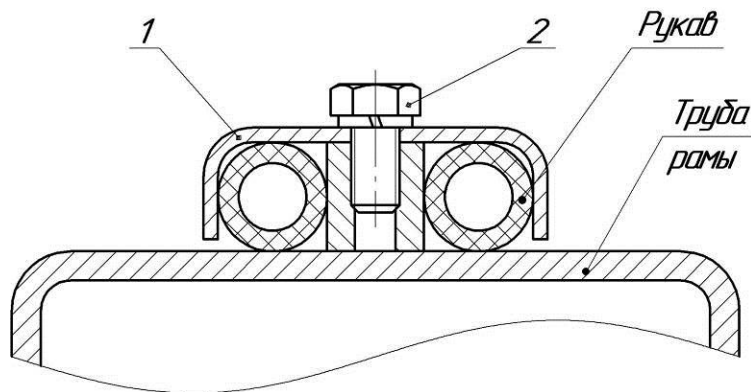

Рис. 4.6.2. Крепление гидрошлангов на раме
4.6.2. Закрепите шланги на рамах кронштейнами 1, используя болты 2 М10, шайбы и шайбы пружинные (см. рис. 4.6.2). Так как корпуса цилиндров в процессе работы перемещаются, нужно обеспечить необходимый запас шлангов по длине при креплении их в непосредственной близости от цилиндров.